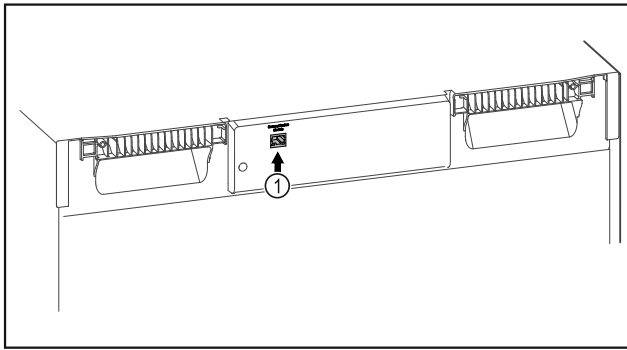

Fig. 140
- SmartModule Fig. 140 (1) este instalat.